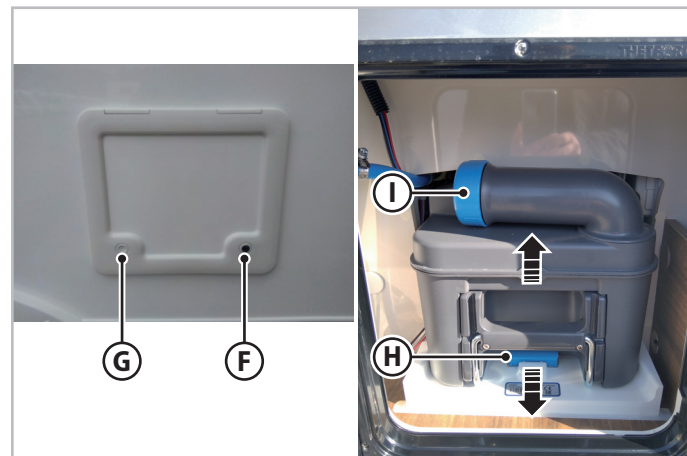

Fig.6.45 - Vidange de la cassette WC
2. Ouvrir la serrure avec la clé (F - Fig.6.45), puis retirer la clé.
3. Appuyer sur les boutons G et F (Fig.6.45) et ouvrir la trappe.
4. Exercer une légère pression vers le haut sur la poignée (H - Fig.6.45) et retirer le réservoir.
5. Retirer le bouchon (I - Fig.6.45) et appuyer sur le bouton d'évacuation pour vider le réservoir.